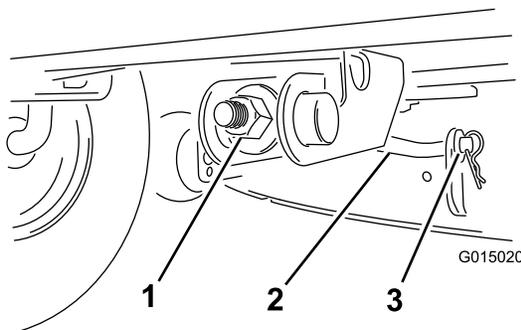

Figure 43
8. Pour régler l'inclinaison avant/arrière des lames, tournez l'écrou de réglage à l'avant du plateau de coupe (Figure 43).